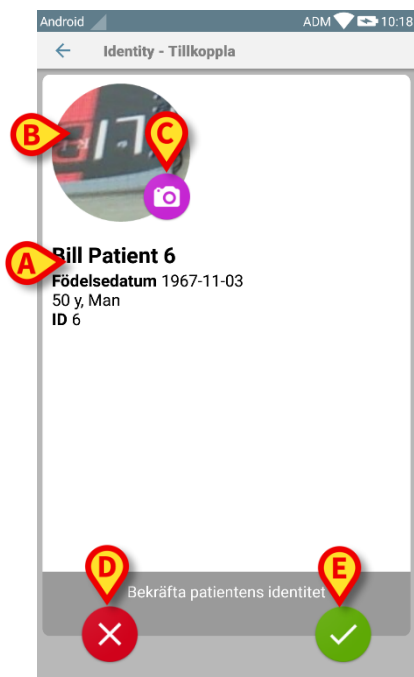

Fig 133
En skärmbildsvy visas för användaren med de viktigaste patientuppgifterna samt ett patientfoto (om tillgängligt; om inte visas en allmän ikon – Fig 133):
- Patientens namn, födelsedatum, ålder, kön, ID-kod (Fig 133 **A**).
- Patientfoto (Fig 133 **B**).
Om patientfoto saknas går det att ta ett nytt genom att klicka på knappen i Fig 133 **C**. När ett nytt foto har tagits går det att ändra det för att välja ett mindre område som passar patientens skärmbildsvy. I fig. 1 visas skärmbilden hos en enhet med högupplösningsskärm (d.v.s. inte Myco 1/2).
Slutligen går det att radera patientfotot genom att trycka länge på det. Användaren kan neka eller bekräfta den föreslagna patientidentifikationen genom att trycka på knapparna i Fig 133 **D** eller Fig 133 **E**. Om patientidentifikationen nekats, raderas proceduren. Om användaren har uppdaterat patientfotot och patientidentifikationen har nekats, nekats även uppdateringen av patientfotot.